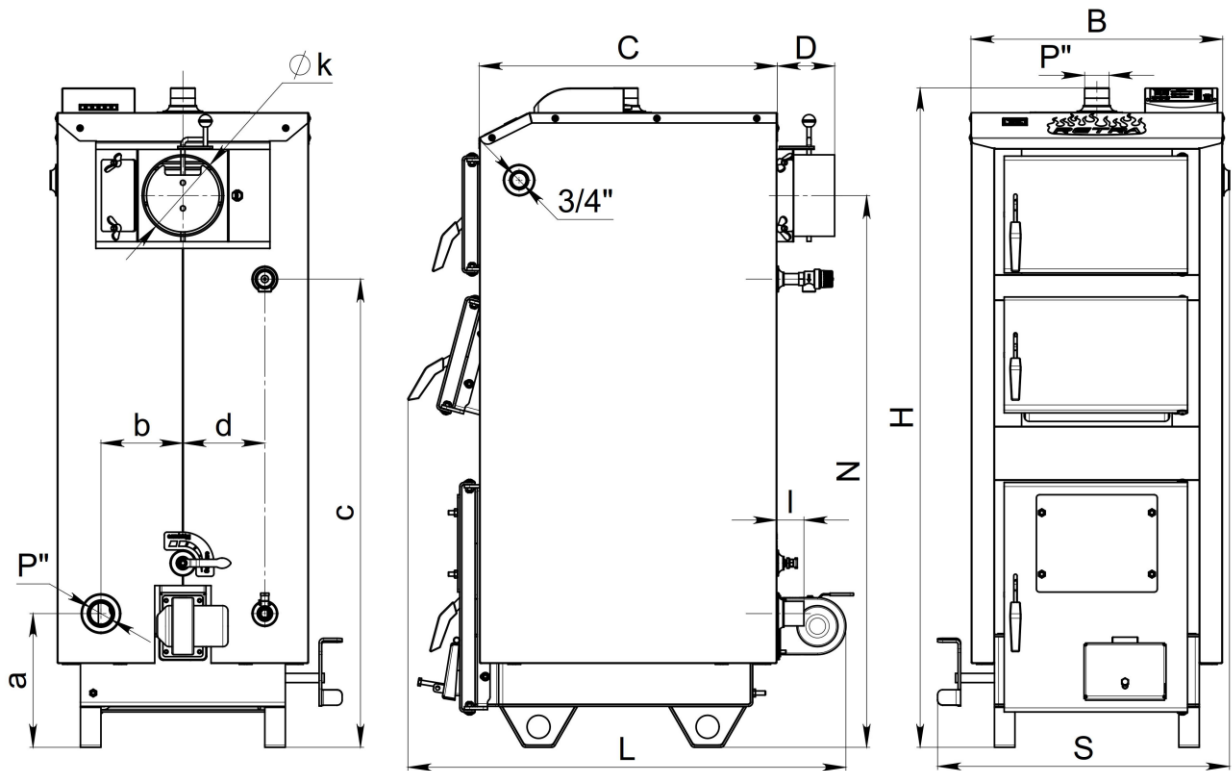

Рис.1.Габаритні та приєднувальні розміри котлів модельного ряду «Retra-5M BASIC» та «Retra-5M PLUS»
4.2. Габаритні та приєднувальні розміри котлів модельного ряду «Retra-5M BASIC» та «Retra-5M PLUS» наведені на Рис.1 та таблиці 3.
Рис.1а Габаритні та приєднувальні розміри котлів модельного ряду «Retra – 5M COMBI» потужністю 15-150 кВт (див рис.1а)